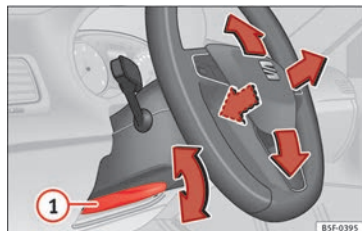

Fig. 19 Levier sur la partie inférieure latérale gauche de la colonne de direction.
• Régler la position du volant : tirez le levier » » » fig. 19 ① jusqu'en bas, déplacez le volant